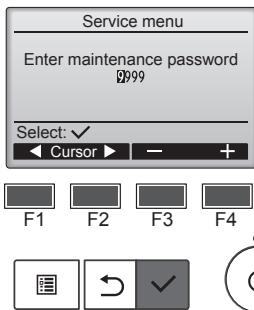

Fig. 7-3
- ① Ana menüden "Service" (Servis) öğesini seçin ve düğmesine basın.
- ② Servis menüsü seçildiğinde, bir pencere açılarak parola isteyecektir. (Fig. 7-3)